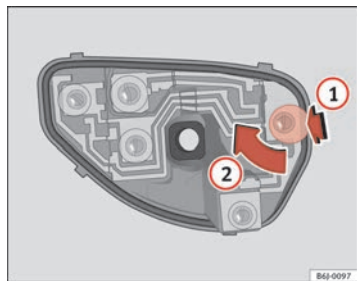

Fig. 148 Cambio lámparas luces posteriores
- Una vez retirado el portalámparas, presione en sentido de la flecha **1** y gire a la vez en sentido de la flecha **2** ⇒ fig. 148. ■